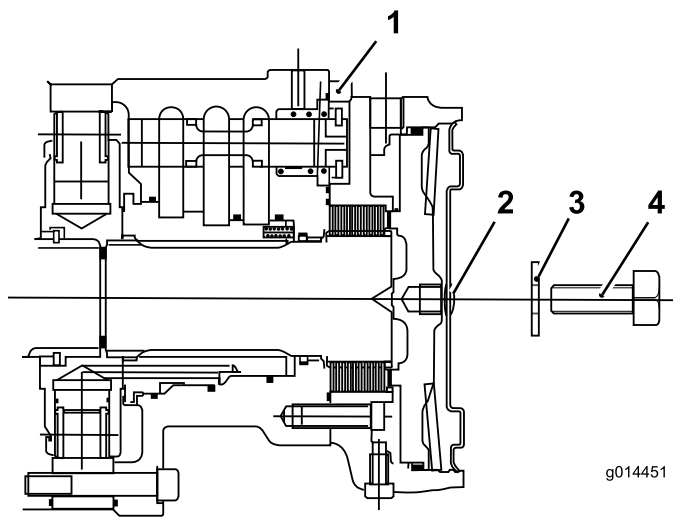

Рисунок 45
- Выверните болт 12 x 40 мм с шайбой 12 мм из отверстия в центре торцевой пластины гидромотора (Рисунок 45).